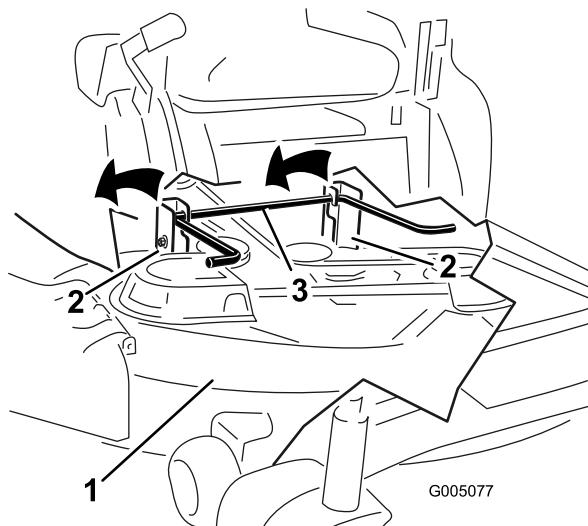

Bild 59
5. Heben Sie das Mähwerk und die Hängeprofile über die hintere Hubstange und senken Sie das Mähwerk vorsichtig auf den Boden ab (Bild 59).
5. Heben Sie das Heck des Mähwerks an und führen Sie die Hängeprofile über die hintere Hubstange (Bild 59).